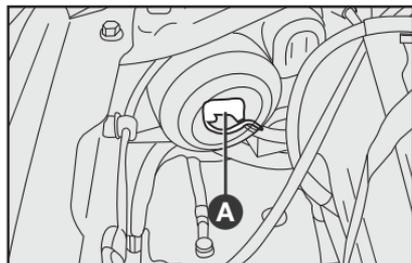
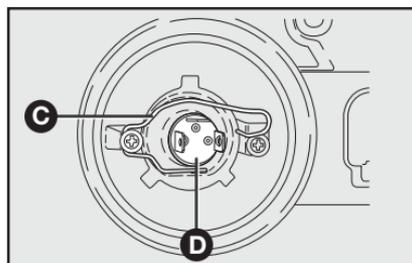

fig. 31
fig. 33
- 1) soltar el conector **A-fig. 31** de alimentación de la lámpara;
- 3) quitar el portalámparas **D-fig. 33** presionando la presilla **C-fig. 33** y abriéndola lateralmente;
- 6) reenganchar la presilla de fijación **C-fig. 33**, colocando por último la tapa plástica **B-fig. 31**;
- 7) recolocar el conector **A-fig. 31**.